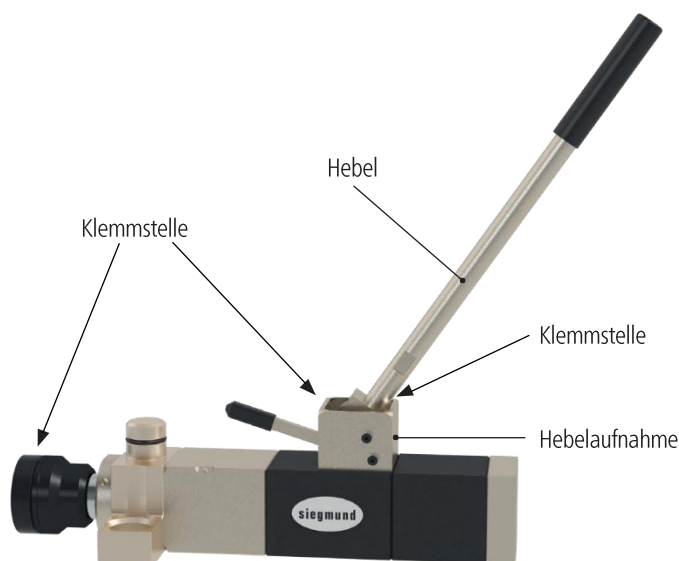

Abb. 1: Hinweise
- Hinweis auf Klemmstellen während der Bedienung insgesamt 1x verwendet (siehe Abb.1):
- Gekennzeichnete Klemmstellen beachten (Abb. 1).